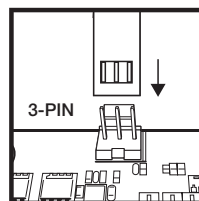

Figura 2
- > Conecte el cable de tacómetro de la bomba en el cabezal CPU_FAN de la placa base (Figura 2).